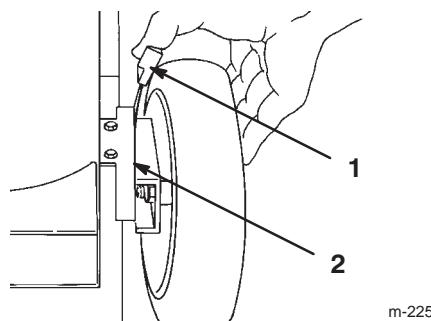

Bild 16
3. Stellen Sie alle vier Räder auf die 70 mm Schnitthöheneinstellung ein (Bild 16).
- Drücken Sie die Höheneinstellung in Richtung des Rades (Bild 16) und bewegen sie in die gewünschte Einstellung.